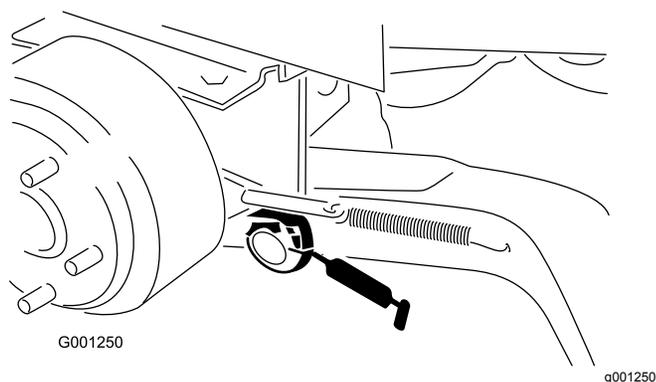

Figura 38
- Boccole girevoli del braccio di sollevamento (Figura 38)